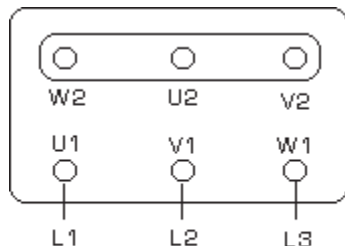

Fig. 1
- star connection (Fig. 1)
- Sternschaltung (Abb. 1)
- звездой (рисунок 1)